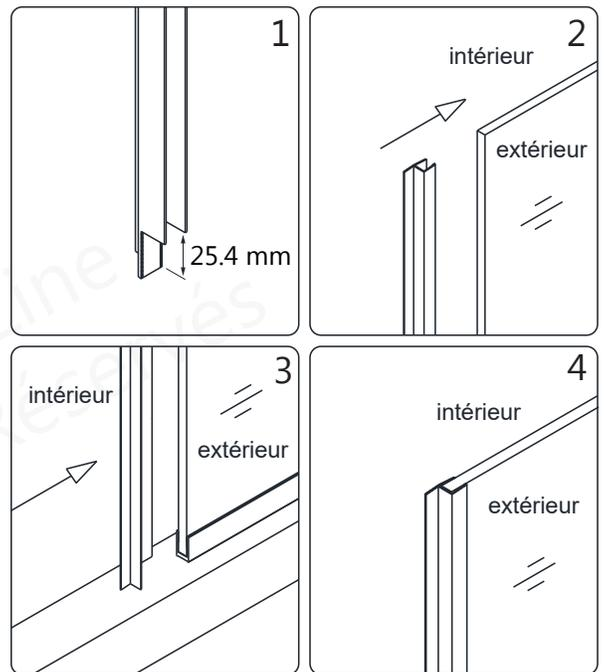

Fig 19
18. Faites une entaille de 25.4 mm dans le bas de la **bande d'étanchéité avec bride (N° 33)** pour l'adapter autour profilé en U. Enfoncez la **bande d'étanchéité avec bride (N° 33)** sur la bordure verticale du **panneau vitré fixe (N° 11)**. (**Fig 19**)